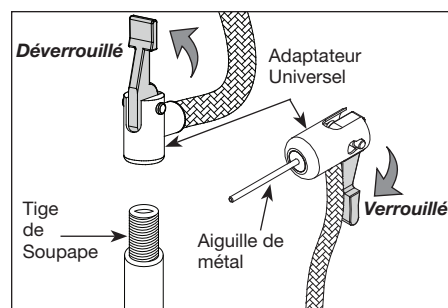

Figure 2 - Verrouiller bien l'adaptateur universel
3. Lorsque l'adaptateur universel est bien fermement en place, enfoncez le levier de verrouillage. (Voir la figure 2).
Si le gonfleur cesse immédiatement de gonfler et s'arrête, assurez-vous que l'adaptateur universel est enfoncé complètement sur la tige de soupape du pneu ou que l'aiguille de gonflage de métal est insérée correctement (voir la figure 2).
2. Lorsque l'adaptateur universel est bien fermement en place, enfoncez le levier de verrouillage. (Voir la figure 2).
Si le gonfleur cesse immédiatement de gonfler et s'arrête, assurez-vous que l'adaptateur universel est enfoncé complètement sur la tige de soupape du pneu (voir la figure 2).